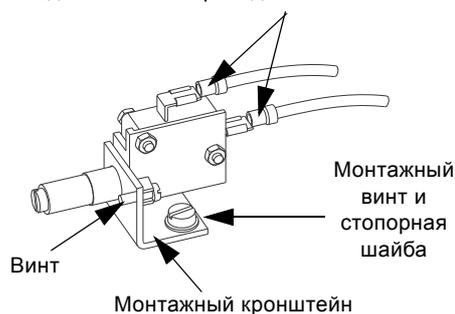

Рис. 9 Реле влажности на кронштейне нижнего подшипника
1. Отсоединить провода с наконечниками от выключателя. См. рис. 9.